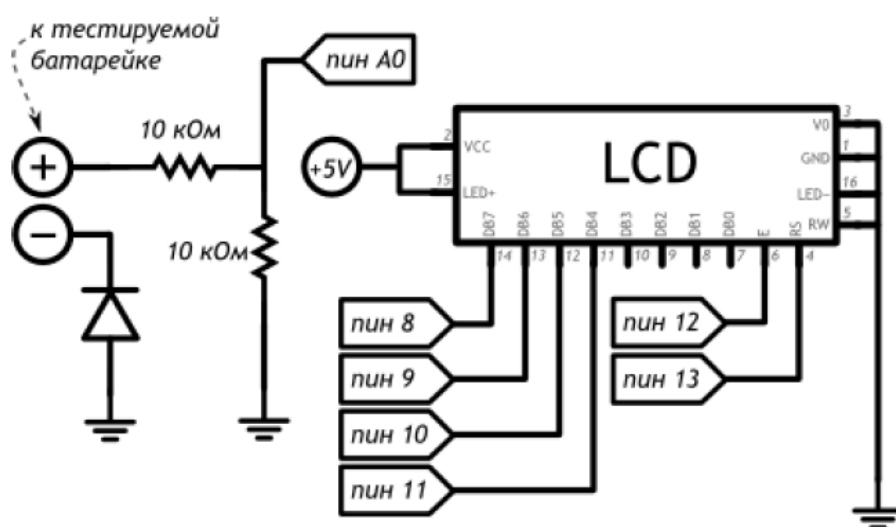

Рисунок 2.1 – Электрическая принципиальная схема
1. Подключите компоненты к плате согласно электрической принципиальной схеме (рисунок 2.1).